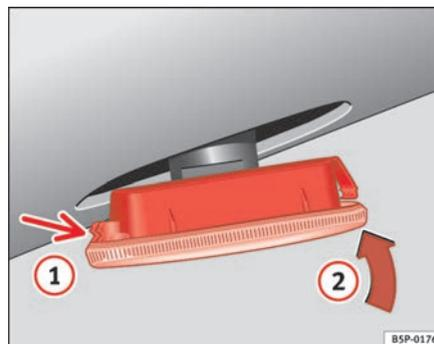

Fig. 159 Indicatori di direzioni laterali
- Collocare l'intermittente nel foro della carrozzeria, incastrandolo le linguette ① ⇒ pag. 239, fig. 159, e successivamente inserire la lampada come indicato dalla freccia ② ⇒ pag. 239, fig. 159. ■